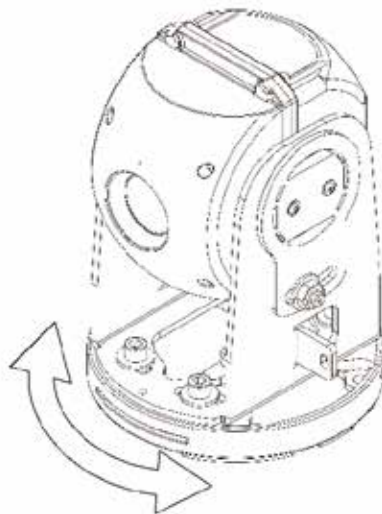

図27: パンベースナットの締め付け
2. 図27に示すようにベースナットを締めて位置を固定します。